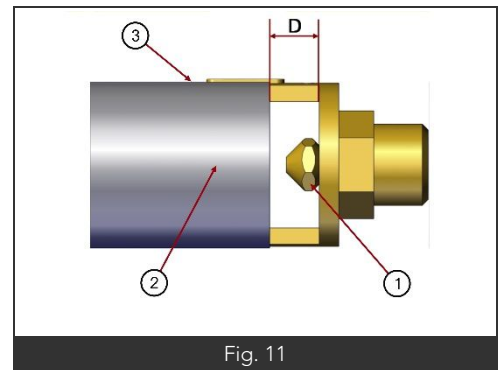

Fig. 11
- 2- Accéder à la bague d'air (Fig. 11 – Rep. 2), la dévisser (Fig. 11 – Rep. 3) puis la faire glisser de façon à pouvoir accéder à l'injecteur monté sur l'étrier.
- 3- Dévisser l'injecteur (Fig. 11 – Rep. 1), puis le remplacer par l'injecteur approprié au type de gaz utilisé (Voir tableaux de réglage ci-dessus).